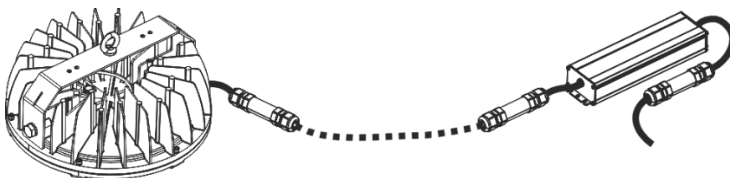

Рисунок 4. Монтаж светильника до +90 °С
4.3.1.2 В помещении с температурой эксплуатации до +90 °С источник питания (драйвер) **НЕОБХОДИМО ВЫНЕСТИ** в среду с температурой до +70 °С (см. рис. 4). Предельная длина для вынесения драйвера 40м, кабель 2\*1 кв.мм.